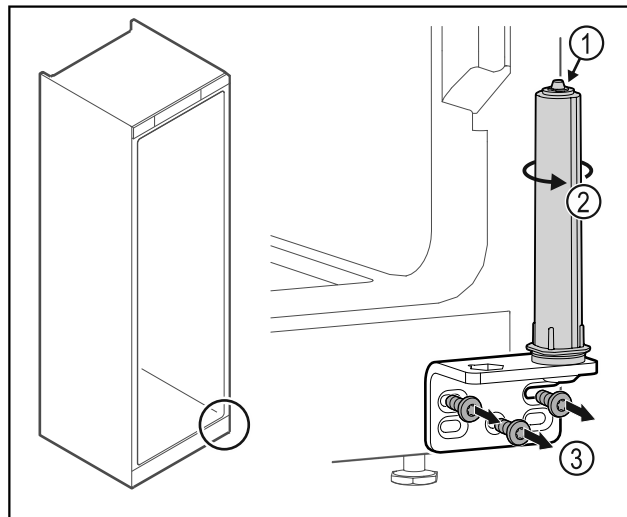

Fig. 31
- ▶ Systemu blokującego drzwi Fig. 31 (1) nie należy demontować.
- ▶ System blokujący Fig. 31 (2) obrócić do momentu, aż kliknie.
- ▶ Odkręcić zawias Fig. 31 (3).